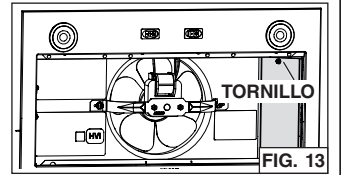

FIG. 13
3. Quite la tapa del compartimiento eléctrico (en gris en FIG. 13) en el interior del aparato retirando su tornillo de sujeción. Retire la bolsa de piezas detrás de la tapa. Poner la bolsa de piezas, la tapa y el tornillo de sujeción a un lado.